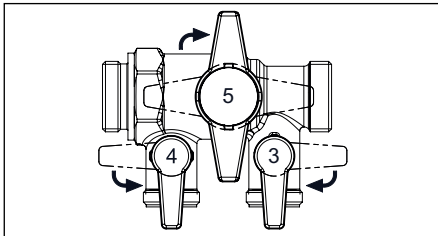

Abb. 6.11 Befüll- und Spülarmatur
2. Sperren Sie den Durchgangskugelhahn (5) in der Mitte der Befüll- und Spülarmatur ab (Abb. 6.11).
3. Öffnen Sie den Befüllhahn (3) und den Entleerhahn (4) der Befüll- und Spülarmatur (Abb. 6.11).